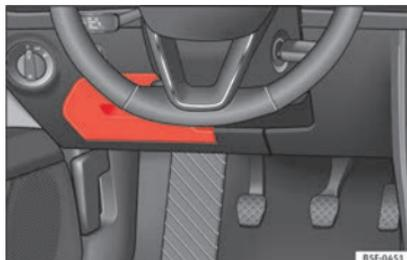

Abb. 100 Auf der Fahrerseite in der Instrumententafel: Abdeckung des Sicherungskastens.
- **Öffnen:** Abdeckung nach unten aufklappen »» **Abb. 100.**